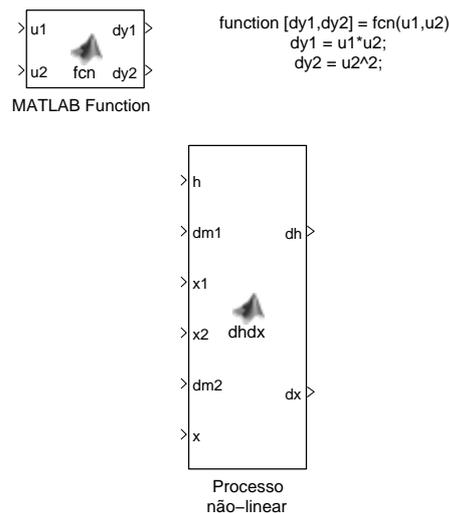

Figura 5: Implementação da dinâmica não-linear no *Simulink*.
- Implemente a simulação utilizando a dinâmica não-linear do processo. Há funções no *Simulink* que podem auxiliar, como o exemplo ilustrado na Figura 5.